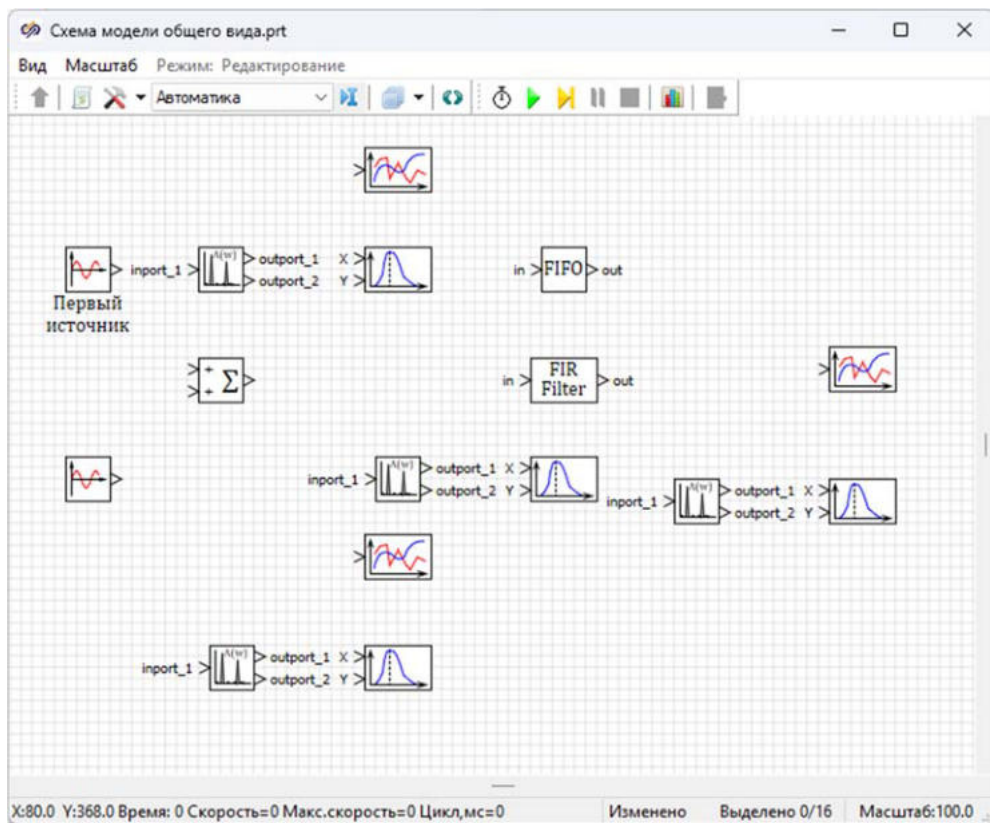

Рис. 30. Окно проекта с заданной подписью блока "Первый источник".
2. Открыть область подписи блока двойным нажатием левой кнопкой мыши на прямоугольную область, расположенную под выделенным блоком, и задать подпись "Первый источник" (Рисунок 30).